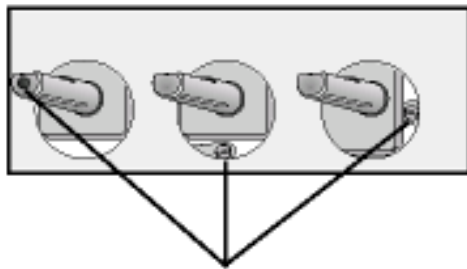

Рис. 6 Винты обводных клапанов
- Тонкой отверткой отрегулируйте положение винта обводного клапана (рис. 6). При переходе от природного газа к балонному затяните этот винт, поворачивая его по часовой стрелке до тех пор, пока не получите ровное слабое пламя.